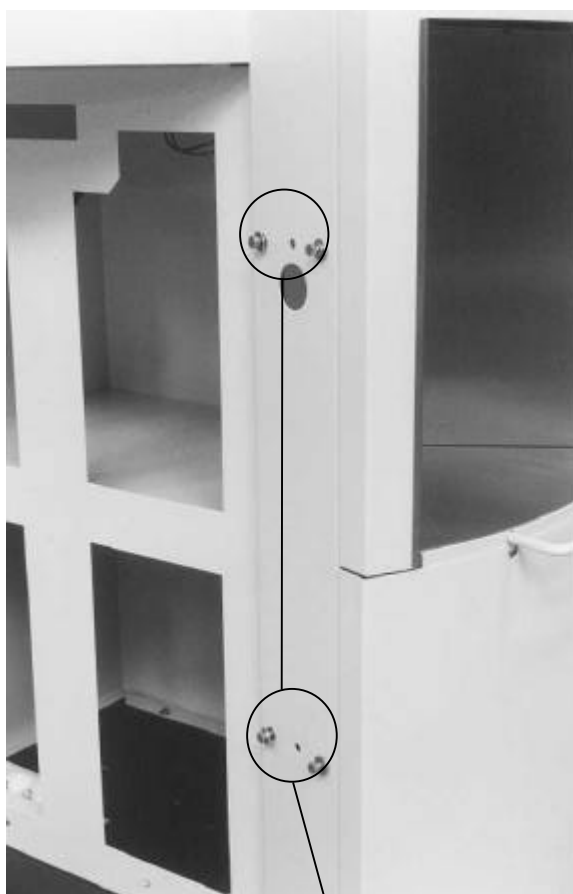

figura 6
- Enrosque 2 voltas dentro dos furos de fixação na base as quatro porcas de fixação com anilhas de vedação e anilhas de mola, conforme indicado na figura 6.